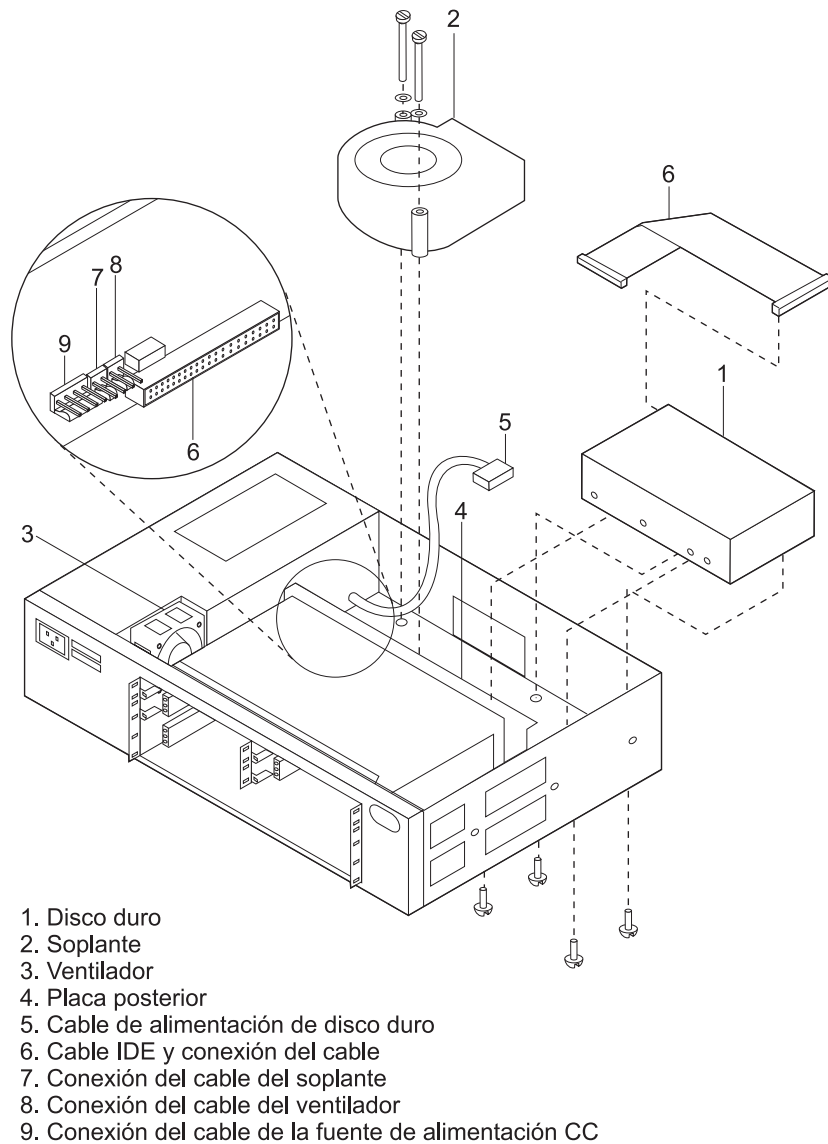

Figura 2-18. Chasis del Modelo 4xx con una unidad de disco duro
10. Conecte el cable IDE (plano) de la unidad de disco duro a la placa posterior. Dirija el cable de la unidad de disco duro de modo que descansa en posición plana debajo del soplante. (Consulte la Figura 2-18 en la página 2-39.)